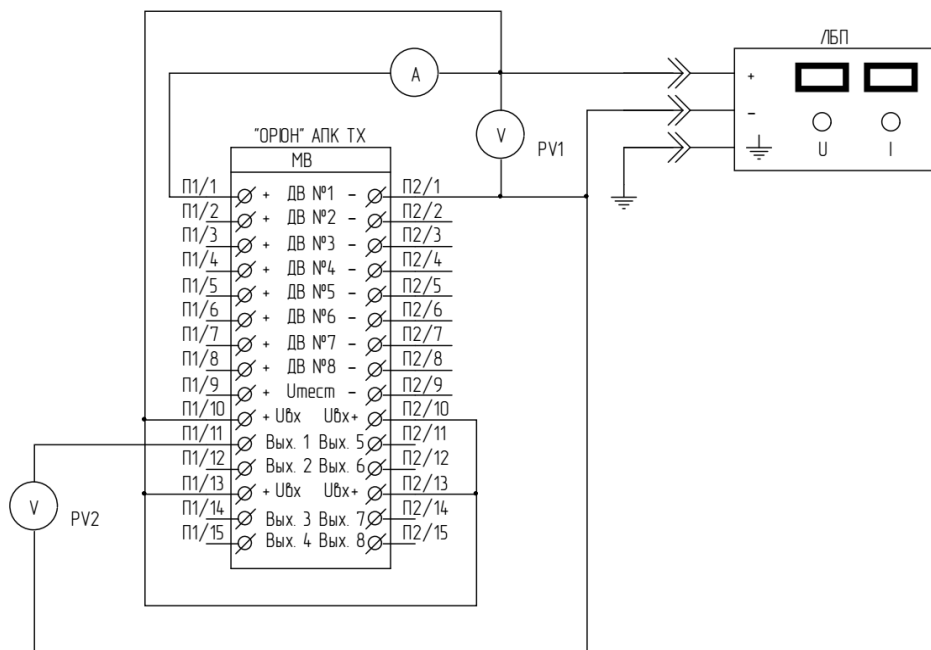

Рисунок 8.10.2 – Схема измерений без использования «ЦИКЛОН» 115
- 1) Собрать схему проведения измерений (см. рисунок 8.10.2);